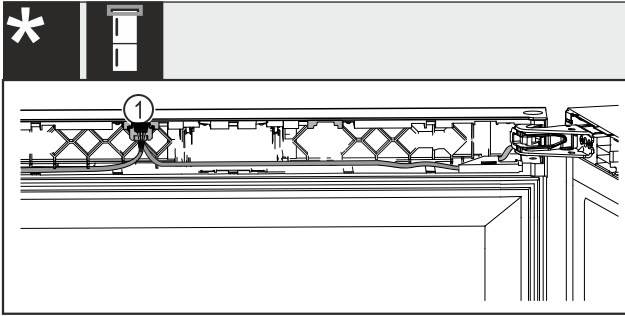

Fig. 41 Kombinimet frigorifer vere-frigorifer ngrirës
- Mbërtheni spinën Fig. 41 (1) tek udhëzuesi. Për të gjitha pajisjet: